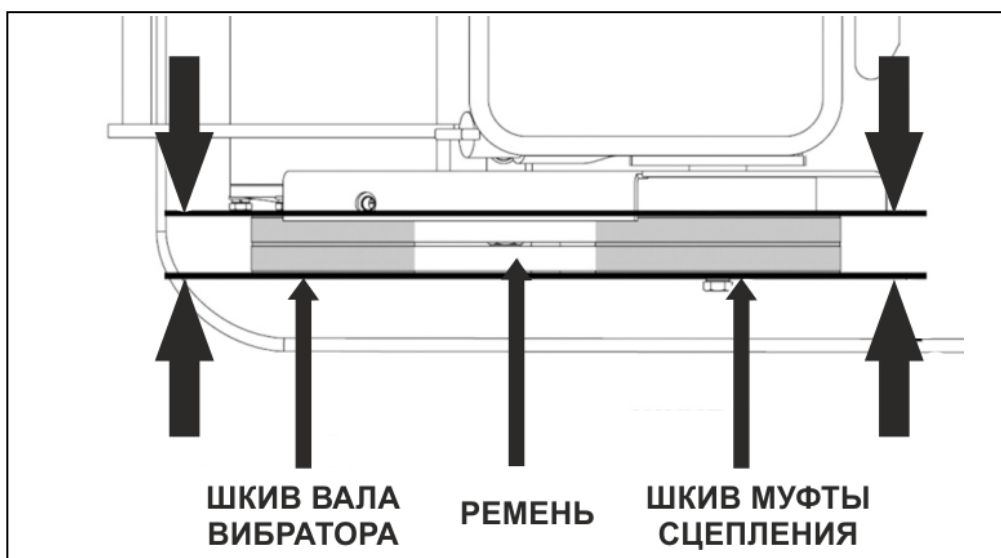

Рис. 25. Проверка плоскости шкивов и ремней.
5. Убедиться, что ремни и шкивы вала вибратора и муфты сцепления находятся в одной плоскости (Рис. 25).
7. Сдвинуть двигатель в сторону от вибратора, проверить натяжение ремней. При этом нужно контролировать, чтобы ремни и шкивы вала вибратора и муфты сцепления были в одной плоскости (Рис. 25).
4. Снять ремни и отделить раму (4) с двигателем от рабочей плиты (6) (Рис. 25).